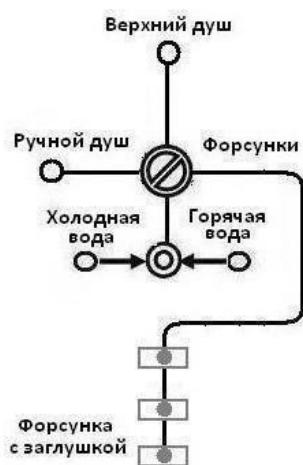

Рис. 6
3.4. Подключение шлангов. Производится в соответствии со схемой подключения (рис. 6 и 7)
Подсоедините трубы горячего и холодного водоснабжения к входам смесителя в соответствии со схемой подключения воды (рис. 6 и 7).